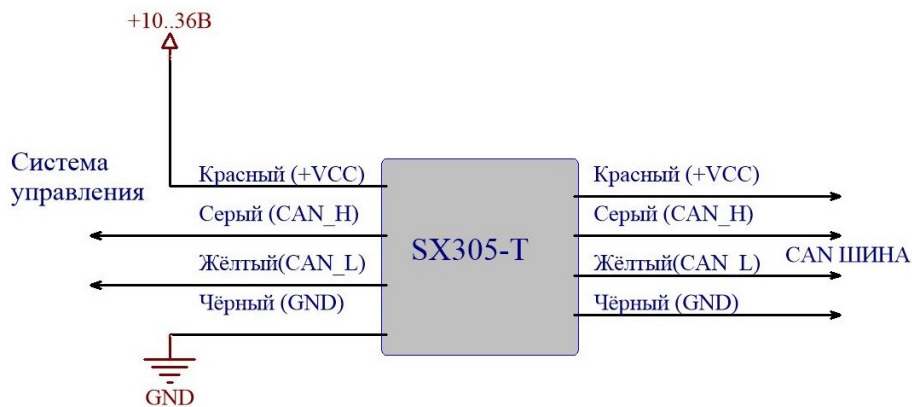

Рисунок 4: Проходная схема включения в CAN шину.
6. Для проходного включения в шину CAN используется датчик исполнения SX305-T, схема его подключения представлена на Рисунок 4. Данное исполнение датчика имеет два вывода соединительных проводов, что позволяет включать датчик в разрыв шины CAN.